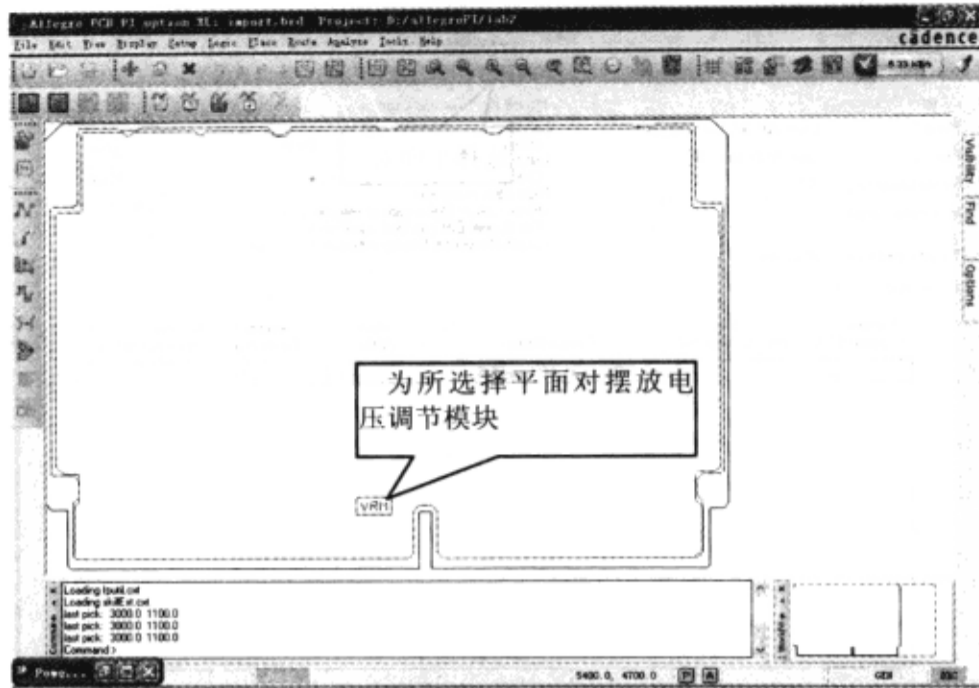

图 8-8-51 摆放电压调节模块
(9) 拖动电压调节模块图标到 PCB 凹槽的左边，单击鼠标左键放置电压调节模块，如图 8-8-51 所示。